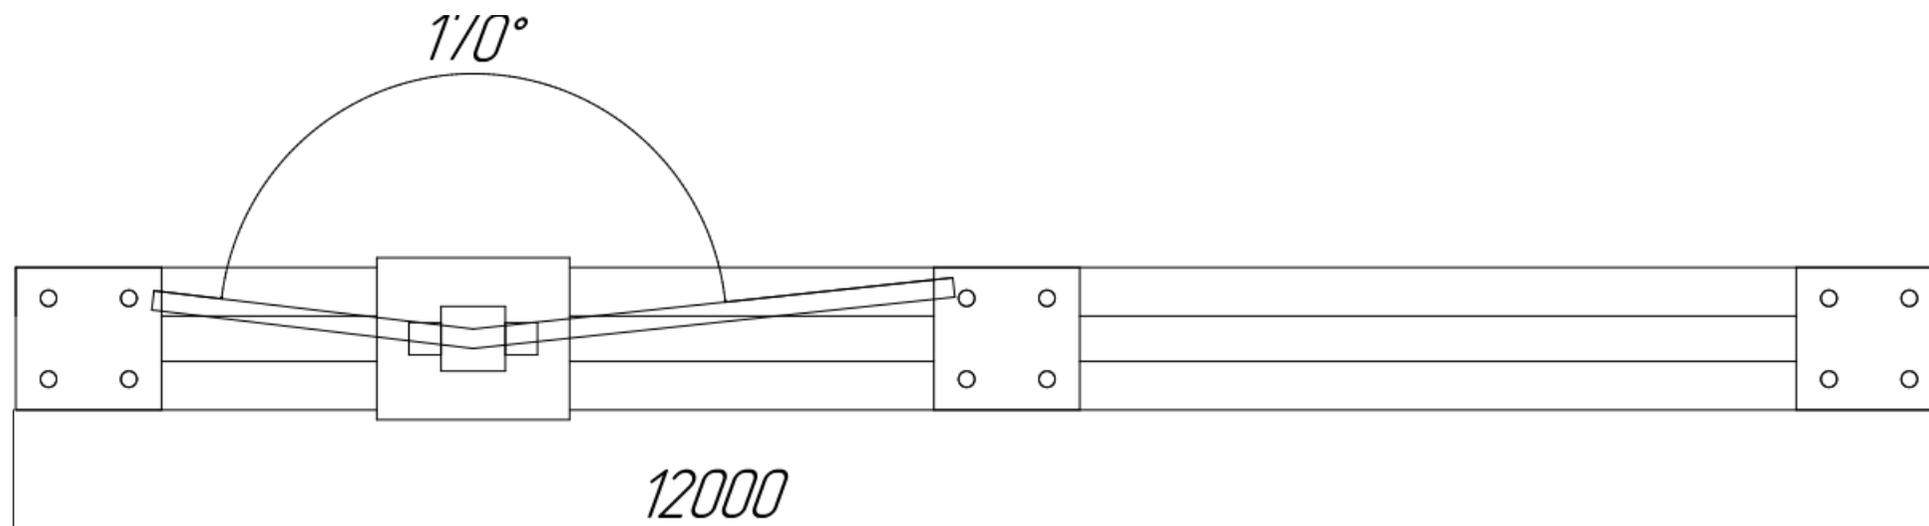
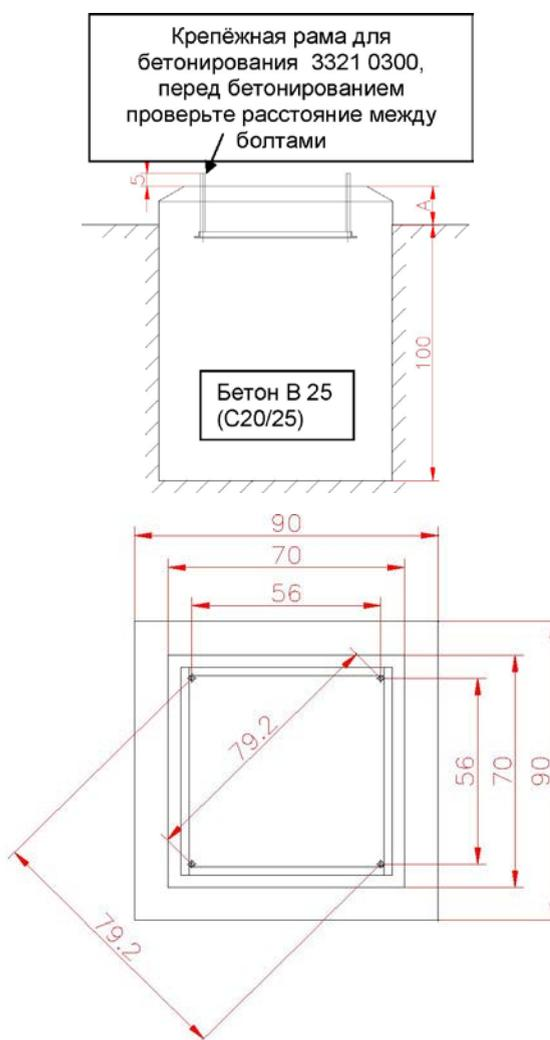

Рисунок 1 — Общий вид пробоотборника
Рисунок 3 — Монтажная схема цоколя под установку пробоотборника
5.1 Общий вид пробоотборника показан на Рис. 1.
Заливку анкерных корзин рис. 3 в предполагаемом месте установки пробоотборника согласно рис. 1
- 1 устанавливаются вертикальные стойки (поз. 7) согласно Рис.1;
- 3 на ферму (поз.6) устанавливается каретка (поз.2). Далее ферма с установленной кареткой перекручивается метизами (поз. 14,16,18,20) согласно Рис. 1;
- 4 устанавливается стрела в сборе (поз.4) согласно рис.1. При этом направление стрелы должно соответствовать направлению стрелки с надписью "стрела", нанесенной на присоединительный фланец каретки;
- 5 устанавливается Зонд (поз.1) согласно Рис.1. Зонд контролируется гайкой (поз. 12);
12 устанавливаются продуктопроводы внутренний (поз.23) и внешний (поз.32). Продуктопроводы фиксируются хомутами (поз.27 и поз 26) согласно Рис. 1;
13 устанавливаются РВД (поз. 24,25) согласно рис. 1;